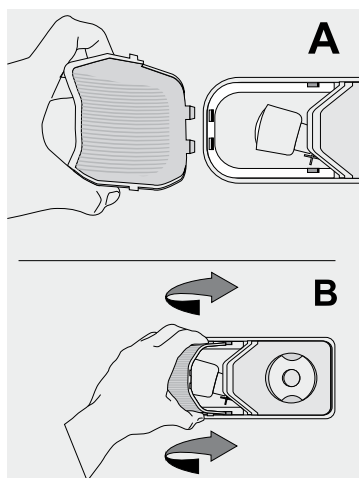

Figura 48
- Para colocar la tapa luz, inserte primero las pestañas inferiores en los orificios de la caja control (A) y desplace hacia arriba la tapa luz (B). (Figura 48).